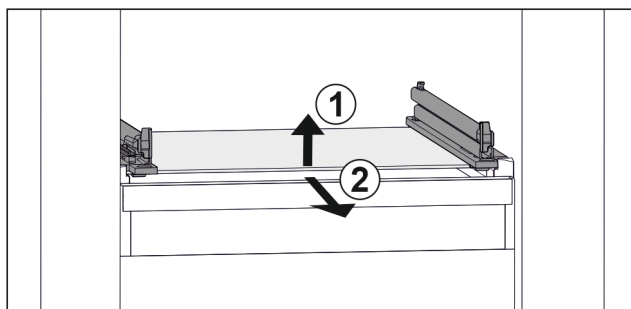

Fig. 106 Exemple de représentation de la tablette en verre
- ▶ Soulever la tablette en verre par l'avant. Fig. 106 (1)
- ▶ Retirer la tablette en verre par l'avant. Fig. 106 (2)